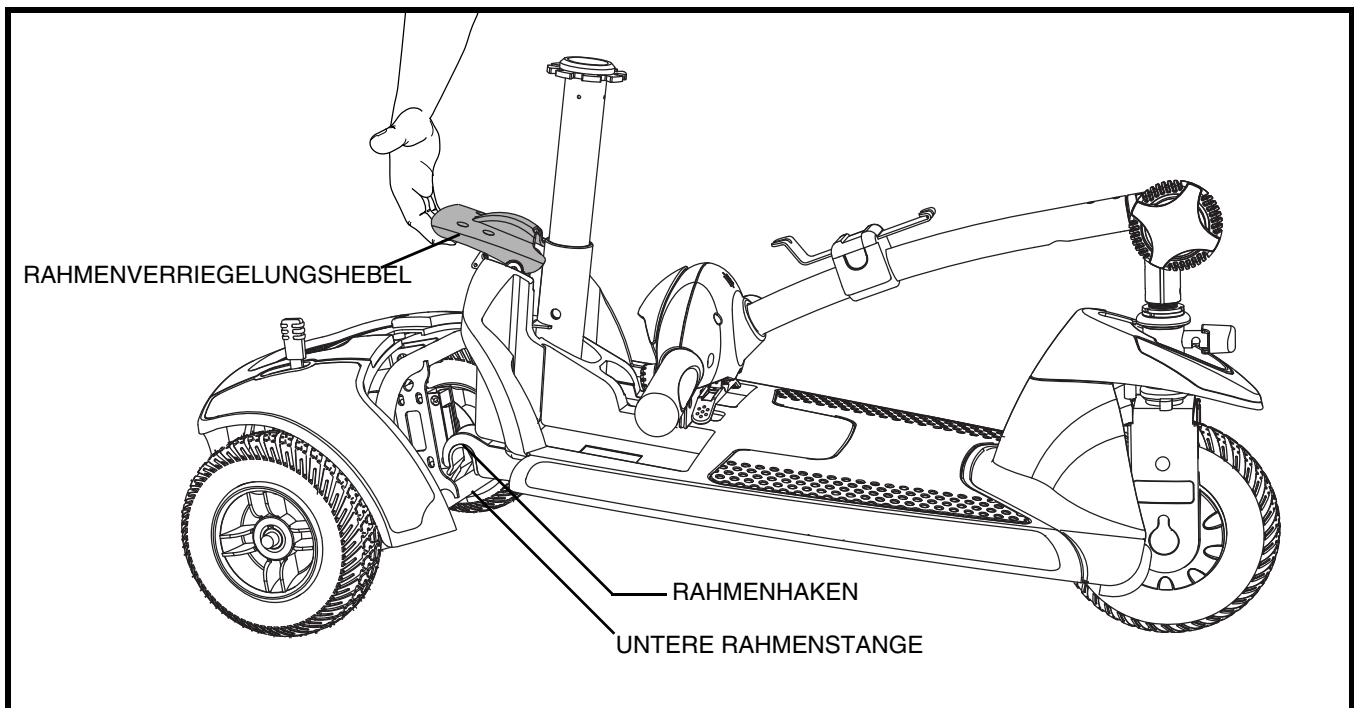

Abb. 24. Rahmenverriegelungshebel
3. Langsam trennen Sie jetzt die beiden Rahmenteile des Elektromobils. **Siehe Abb. 24.**
HINWEIS: Kippen Sie den hinteren Teil des Elektromobils vor dem Zusammenbau etwas nach hinten auf die Stützräder, wie in Abb. 24 gezeigt.
1. Benutzen Sie zum Anheben des Vorderteils den Rahmenverriegelungshebel und richten Sie die Rahmenhaken des Vorderteils an der unteren Rahmenstange des Heckteils aus. **Siehe Abb. 24.**